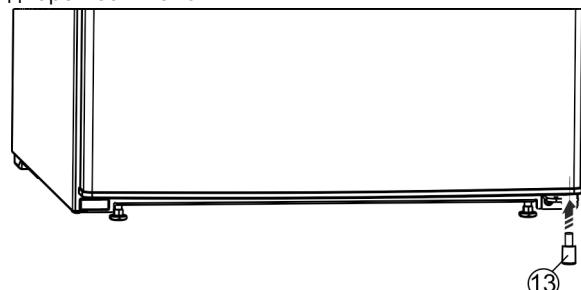

Fig. 27\*
- Знову вставте розпірку Fig. 27 (13) у дверцята внизу справа, оскільки вона потрібна для забезпечення стійкості пристрою.\*